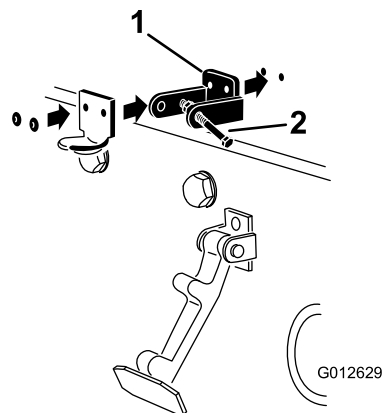

**Figura 5**
4. În timp ce aliniați orificiile de montare, poziționați pe capotă suportul de blocare CE și suportul clichetului capotei (Figura 5).
6. Nituiți suportul și aibele pe capotă (Figura 5).